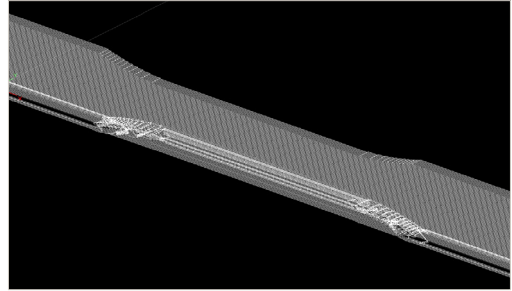

Figure 6. Pièce sélectionnée.
2. Faites glisser le curseur à travers l'écran pour sélectionner toute la pièce (toutes les lignes de couche s'affichent en blanc si elles sont sélectionnées) (Figure 6).